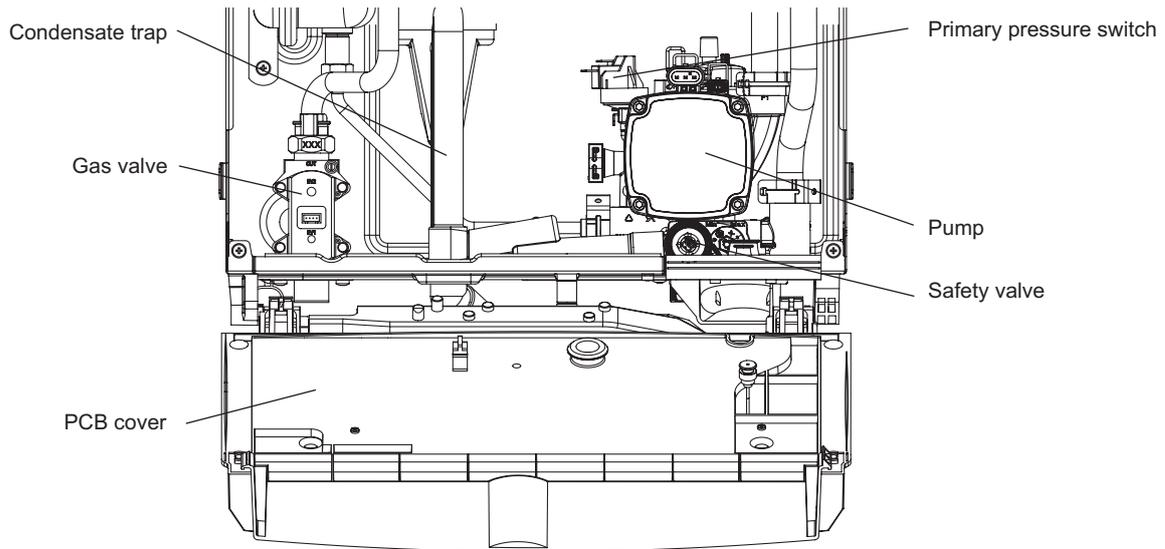

Fig. 7.3
7.15 PUMP HEAD - Fig. 7.3
7.16 PRIMARY PRESSURE SWITCH - Fig. 7.3
7.17 SAFETY VALVE - Fig. 7.3